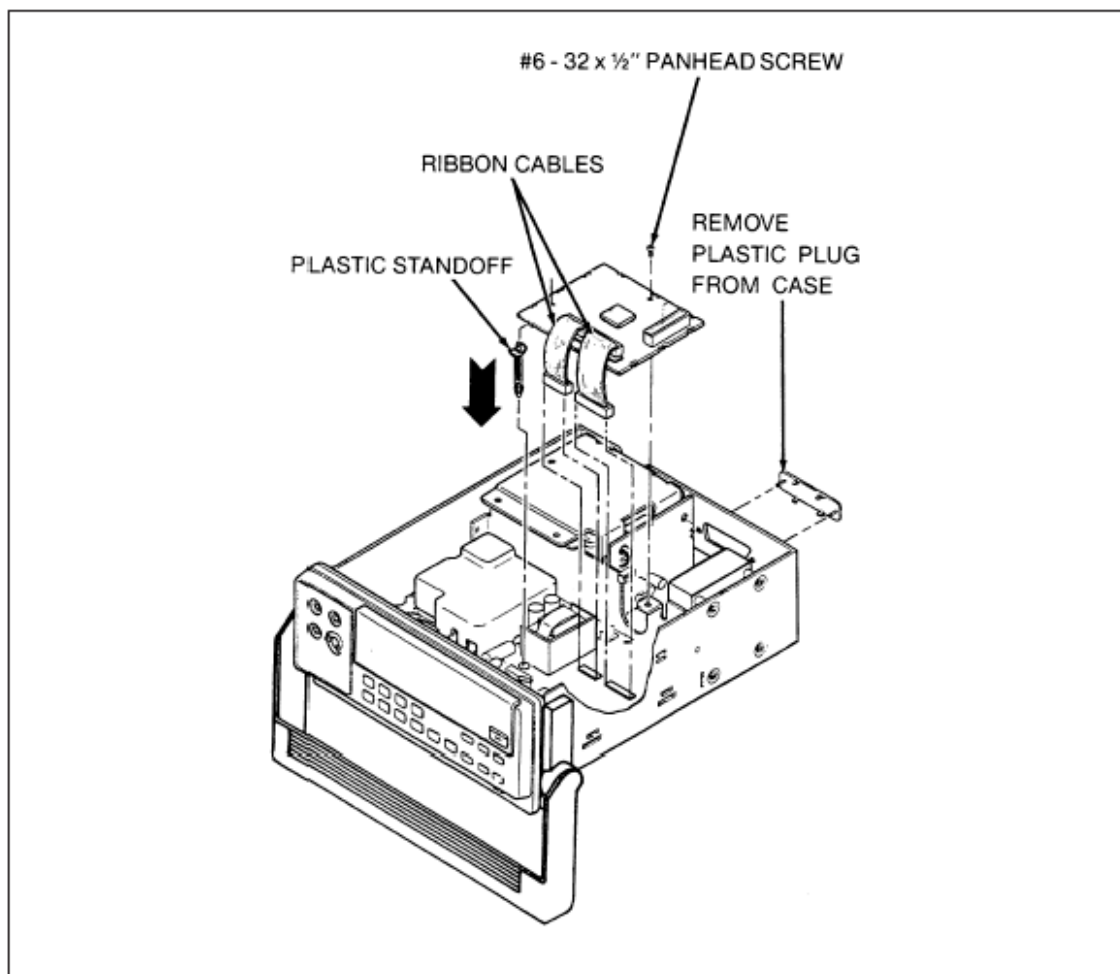

图 8-3 IEEE-488 模块组装
4. 参考图 8-3 完成剩下的步骤，从 IEEE-488 电路板的背面拧下固定用锥头螺丝；
2. 检查塑料支架仍然保留在数表电路板的合适位置（如图 8-3 所示）；